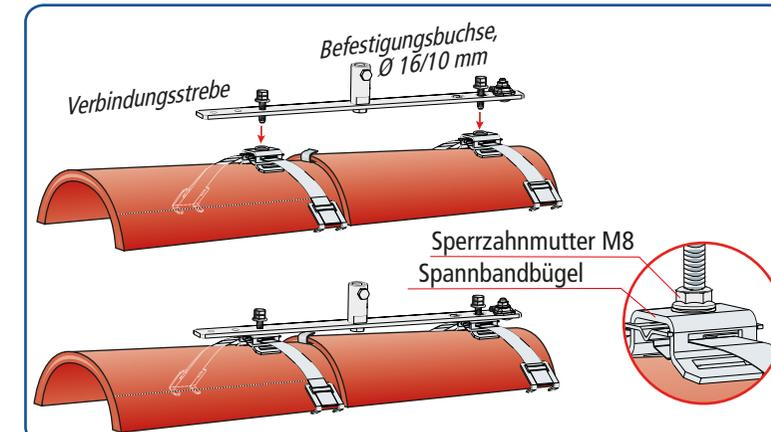

Fig. 3
- ➔ Die Verbindungsstrebe wird anschließend von oben an die beiden Spannbandbügel herangeführt und mit Hilfe der beiden Sechskantschrauben M8 eingeschraubt. Durch das vorgenannte Einschrauben der beiden Sechskantschrauben M8 (mit Rechtsdrehung) wird das Spannband nachgespannt (siehe Fig. 3).
- ➔ Nach dem Fixieren der Sechskantschrauben M8 wird die Sperrzahnmutter M8 nach unten gegen die Verbindungsstrebe gekontert. Dabei ist ein Anzugsdrehmoment von 10 Nm zu beachten (siehe Fig. 3).